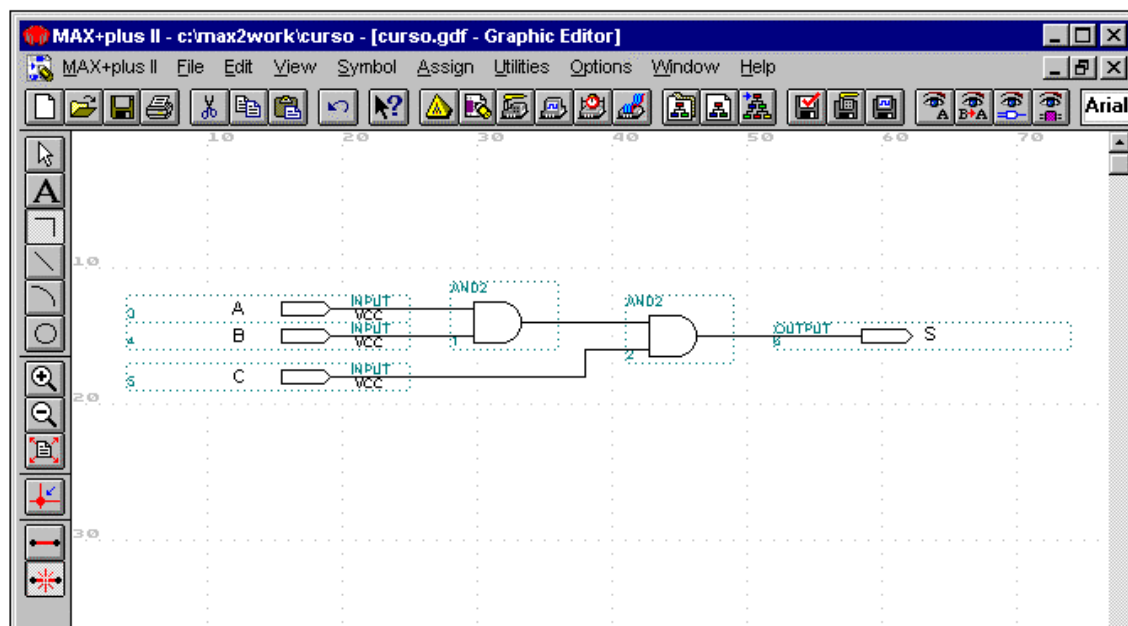

Figura 10
4.6.6 No nosso exemplo, ligue os componentes conforme a figura 10.